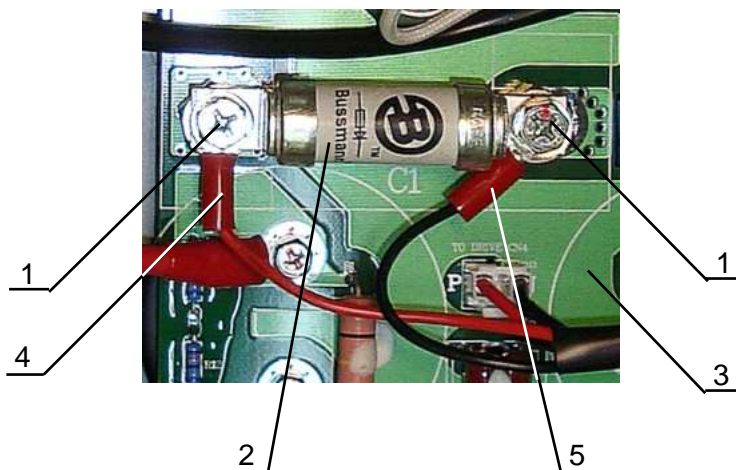

Рис. 7.19
7.9.13. Взять предохранитель (табл.4.1, поз.13; рис.7.19, поз.2) и провода контроля предохранителя (табл.4.1, поз.28; рис.7.19, поз.4,5). Предохранитель установить на резьбовые втулки, прикрутить двумя винтами 1 наконечники проводов 4 и 5 и предохранитель к резьбовым втулкам емкостной платы 3 (рис.7.19).